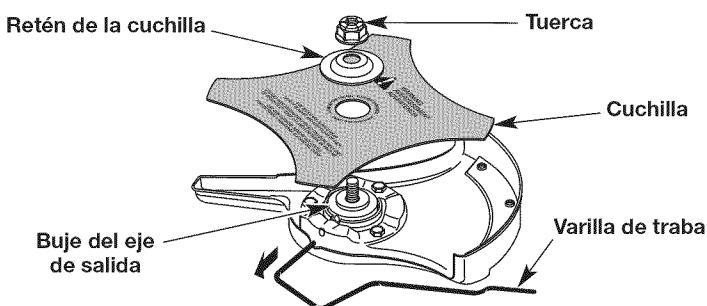
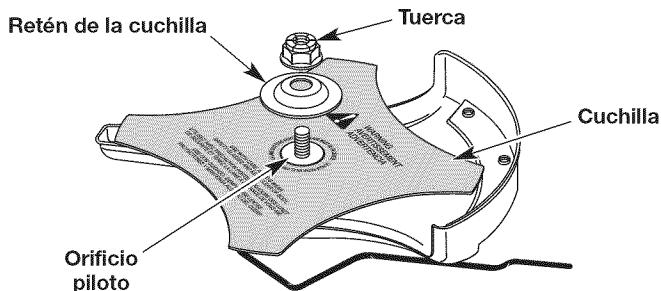

Fig. 18
Fig. 19
4. Quite la varilla de traba (Fig. 18).
5. Quite la tuerca, el retenedor de la hoja y la hoja (Fig. 18).
- Coloque la cuchilla en el buje del eje de salida (Fig. 18). Asegúrese de que la cuchilla esté centrada en el paso del piloto (Fig. 19). La cuchilla debe asentarse de forma plana contra el buje del eje de salida.
- Mientras esté sosteniendo la varilla de traba en su lugar, coloque el retén de la cuchilla y la tuerca en el eje de salida (Fig. 19).